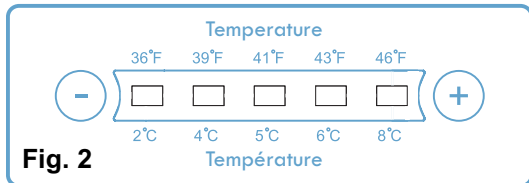

Fig. 2
- Il existe un panneau d'affichage numérique de température à l'intérieur de l'armoire de RÉFRIGÉRATEUR (voir Fig. 2). Les chiffres situés sur la ligne supérieure représentent les degrés en Celsius tandis que les chiffres situés sur la ligne inférieure représentent les degrés en Fahrenheit.
- La première fois que vous faites fonctionner l'appareil, veuillez sélectionner 2 °C/36 °F et laissez l'appareil en marche pendant au moins deux (2) heures avant d'y placer de la nourriture à l'intérieur. Ceci assurera que l'armoire de réfrigérateur est frigorifiée à fond avant d'y placer de la nourriture. Le réglage recommandé de l'usine est 4 °C / 39 °F.